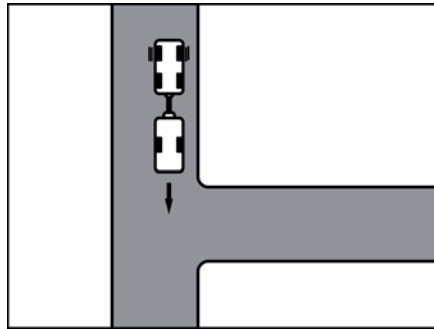

Fig. 10 Manœuvre à effectuer
- Se déplacer vers l'entrée, jusqu'à ce que l'arrière de la caravane se trouve, à peu près, à la hauteur de l'entrée (Fig. 10).